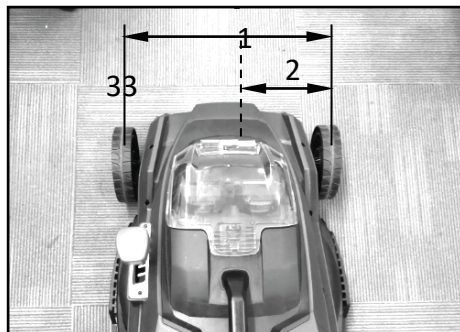

Рисунок 13. Схематичне зображення рекомендованої ширини скошування.
4. Скошування газону. Центральні лінії (3, рис. 13) передніх коліс є орієнтирами для визначення ширини косіння (1, рис. 13). Використовуючи центральні лінії, як орієнтири, рекомендовано косити смугами. Для рівномірного підстригання газону перекривати попередню смугу на половину (2, рис. 13) або третину.